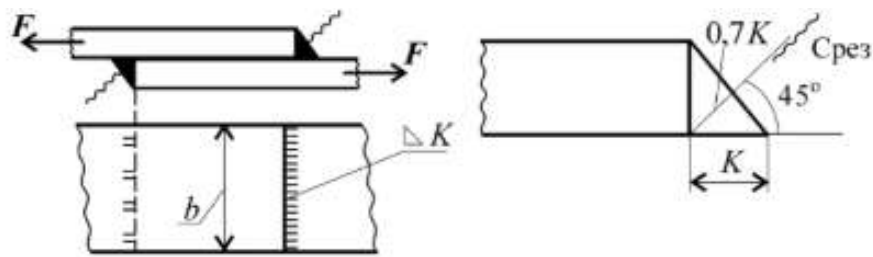

Рис. 11.2
4.3. При расчете *сварных соединений* угловыми швами (рис. 11.2.) необходимо учитывать, что такие швы испытывают напряжения сдвига и могут срезаться по площадке, расположенной под 45° к сварочной поверхности детали. Поперечное сечение углового шва — прямо-